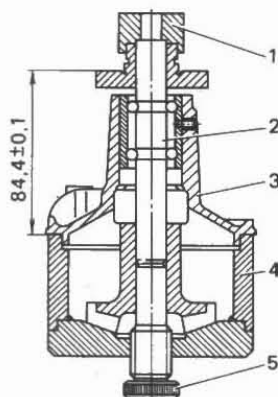

Fig. 2-65. Embutido de la rueda de paletas en el eje de la bomba con el dispositivo A.60430:
- embuta en el eje el cubo de la polea con ayuda del dispositivo A.60430 (fig. 2-65), manteniendo la dimensión $84,4 \pm 0,1$ mm. Si el cubo está hecho de metal y cerámica, entonces después de quitarlo, embuta solamente el cubo nuevo;